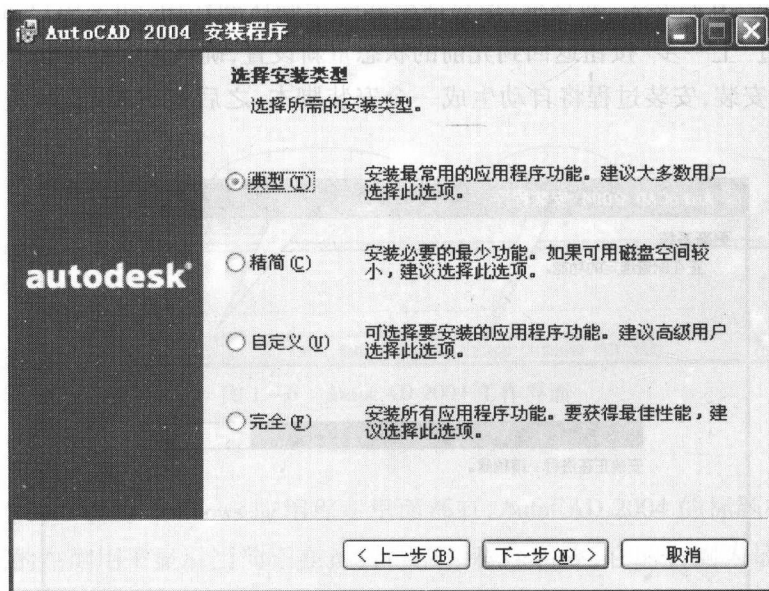

图 1-3 选择安装类型
(4) 在“选择安装类型”对话框中选择安装类型。可以选择“典型”、“精简”、“自定义”、“完全”。如果只想使用 AutoCAD 2004 的基本绘图功能的话, 建议选择“典型”单选按钮, 然后单击“下一步”按钮, 进行安装, 如图 1-3 所示。